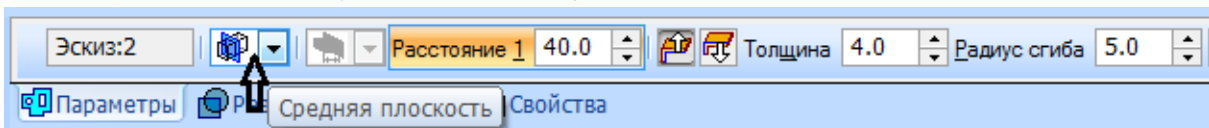

Рисунок 30.
4. На Панели свойств указываем «Направление построения» - «Средняя плоскость» (рисунок 30). Задаем значения: «Расстояние 1» - ширина детали - **40мм** (кнопка «Наружу», включена по умолчанию и задает направление толщины листового тела); «Толщина» - толщина полосы (ленты) - **4мм**; «Радиус сгиба» - по умолчанию **5мм**.